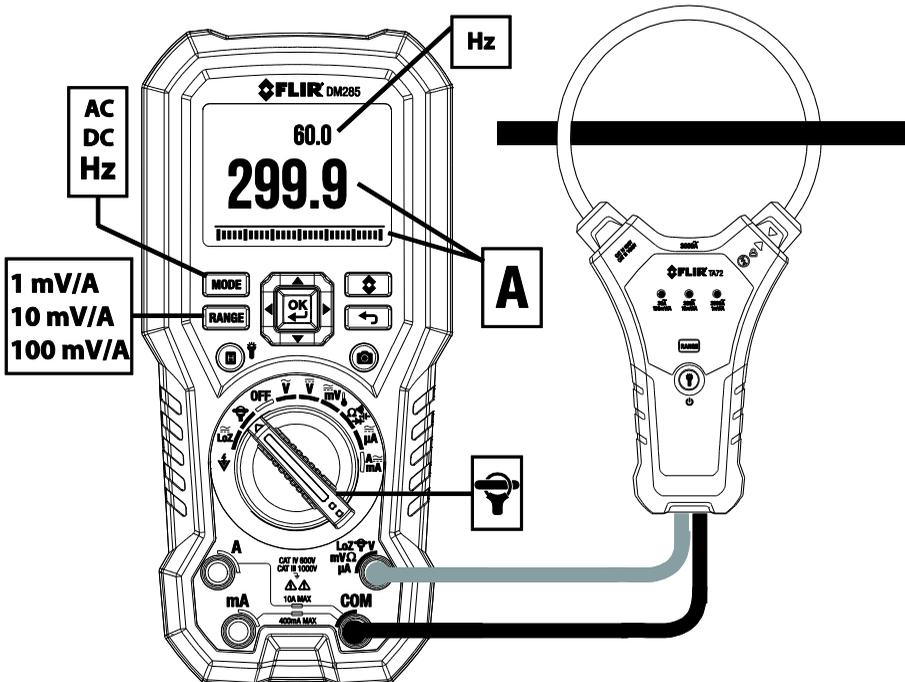

Fig. 9-12 Application de l'adaptateur de pince FLEX
2. Connectez un adaptateur de pince, comme illustré sur la **Fig. 9-12**.